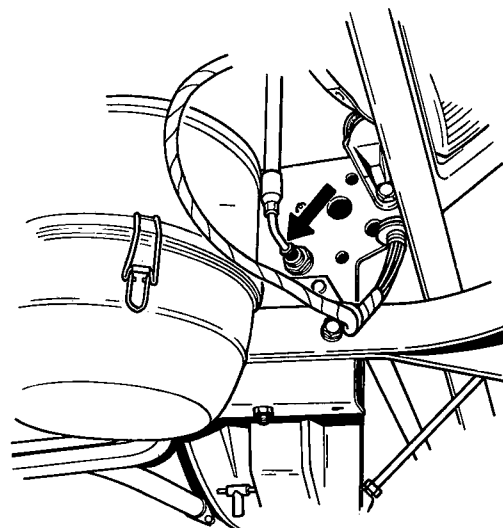

Fig. 6
27. Neem de vloeistofleiding van de hydraulisch bediende koppeling los (fig. 6).